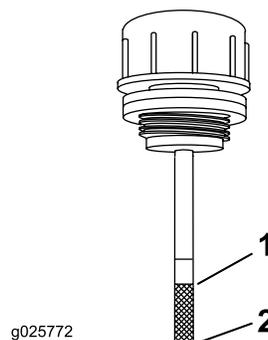

Figura 68
9. Retire a vareta do óleo e verifique a extremidade (Figura 68). Se o nível de fluido estiver na marca para adicionar, verta lentamente apenas o fluido suficiente no reservatório hidráulico para fazer subir o nível para a linha full (cheio).